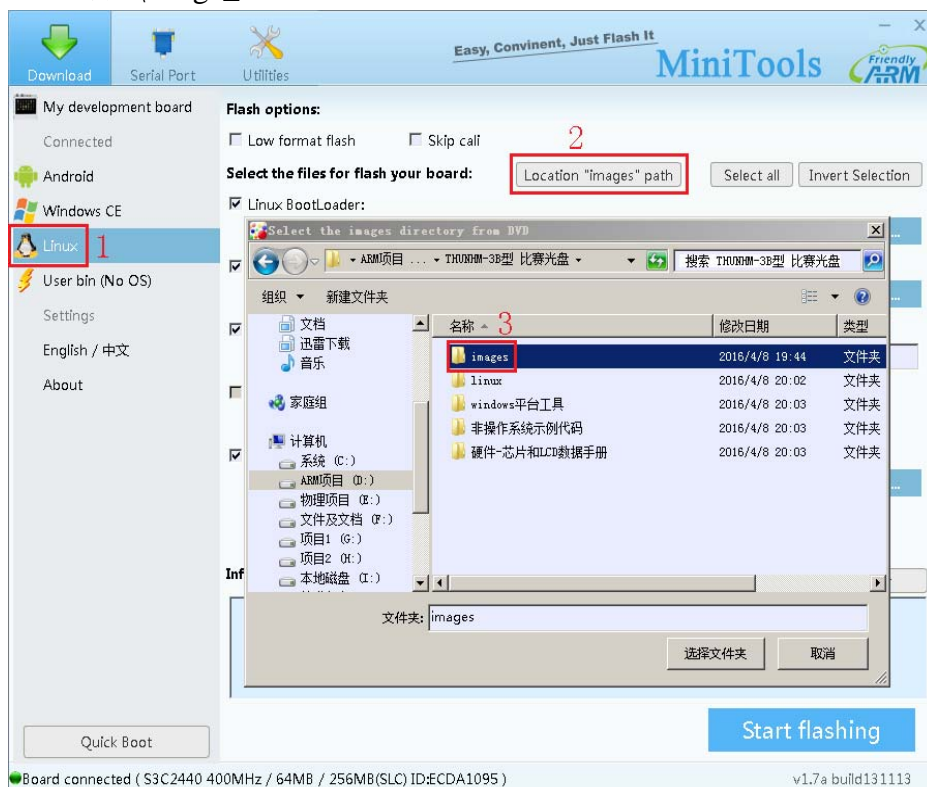

图 9 选择加载系统文件
- ③ 单击图9所示序号“1”的【Linux】、出现界面后，单击序号“2”的【Location “images” path】、加载烧录文件，序号“3”为选中系统文件所在目录，如“比赛光盘\ARM部分\image_linux”。